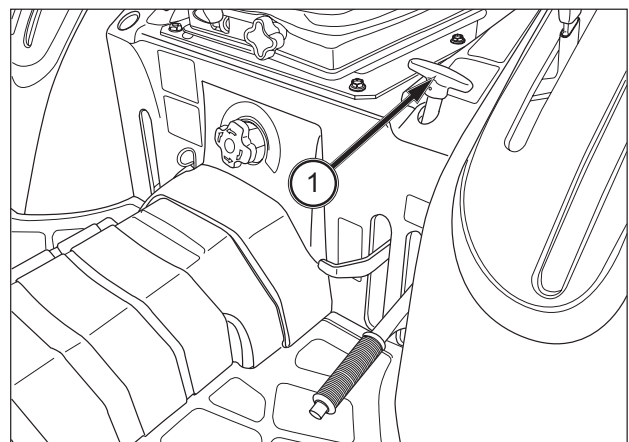

ABB. 54
**ABB. 54:** Mit dem Hebel für den Allradantrieb (1) wird der Vorderachsantrieb zu- oder abgeschaltet. Zeigt der Hebel nach unten, ist der Vorderachsantrieb (Allradantrieb) eingeschaltet. Zeigt der Hebel nach oben, ist der Vorderachsantrieb abgeschaltet, und die Motorleistung wird sowohl auf die Vorder- als auch auf die Hinterachse übertragen.